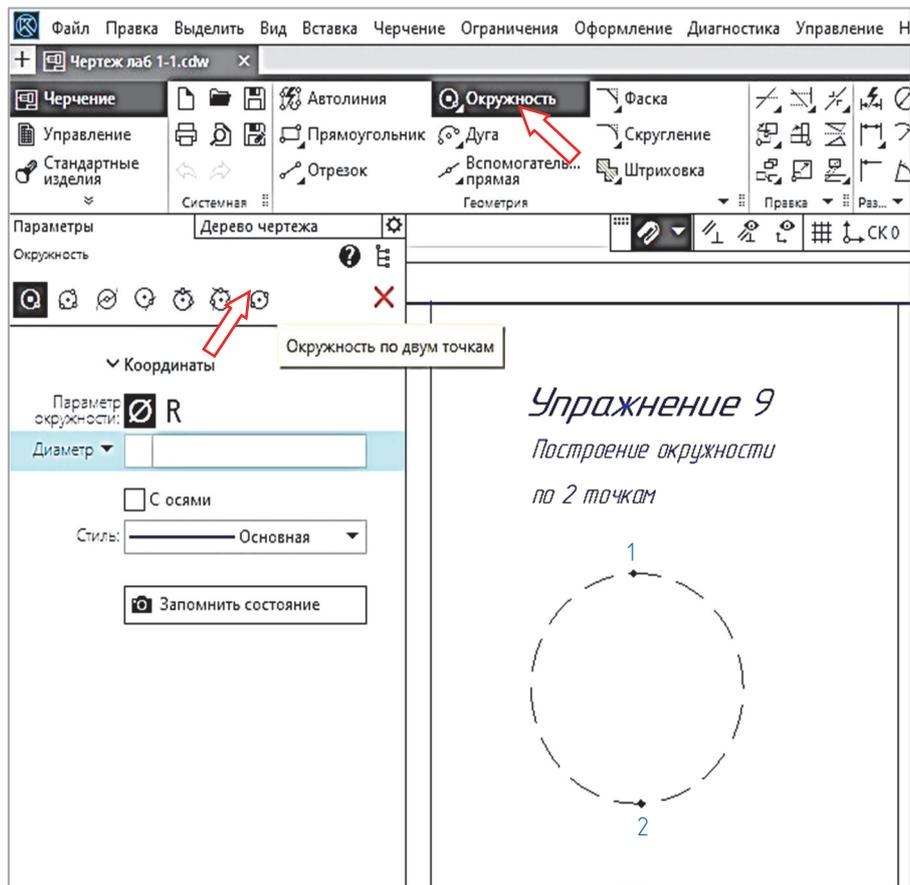

Рис. 1.9
В данном упражнении нужно построить окружность, проходящую через две точки 1 и 2 (рис. 1.9).
2. В ответ на сообщение системы *Укажите первую точку окружности или введите ее координаты* указать точку 1 (рис. 1.9).